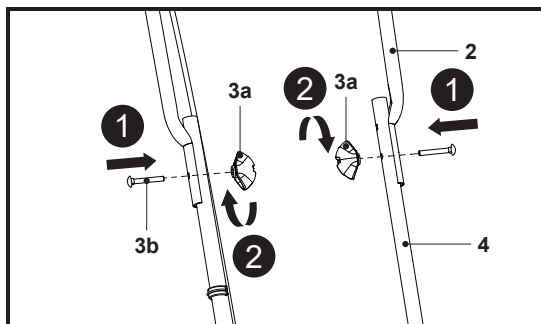

Fig. 2
1. Fixer le guidon supérieur (2) aux guidons inférieurs (4) et aligner les trous du guidon supérieur sur ceux des guidons inférieurs (Fig. 2).
2. Fixer le guidon supérieur (2) avec les kits de montage (3) aux guidons inférieurs (4) et serrer les molettes (3a) dans le sens horaire (Fig. 2).